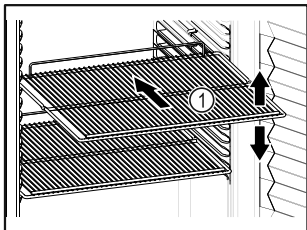

Fig. 82 例图
- ❑ 如果存放格栅 Fig. 82 (1)可移动，则根据高度进行调整。